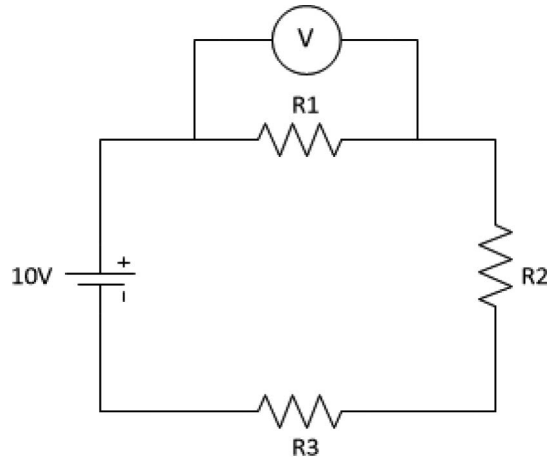

Ilustración 1.29: Medir voltaje en un circuito en serie
- Hacer cuatro agujeros a dos centímetros de cada extremo(ver ilustración 1.29: Base del Chasis con eje de rueda).